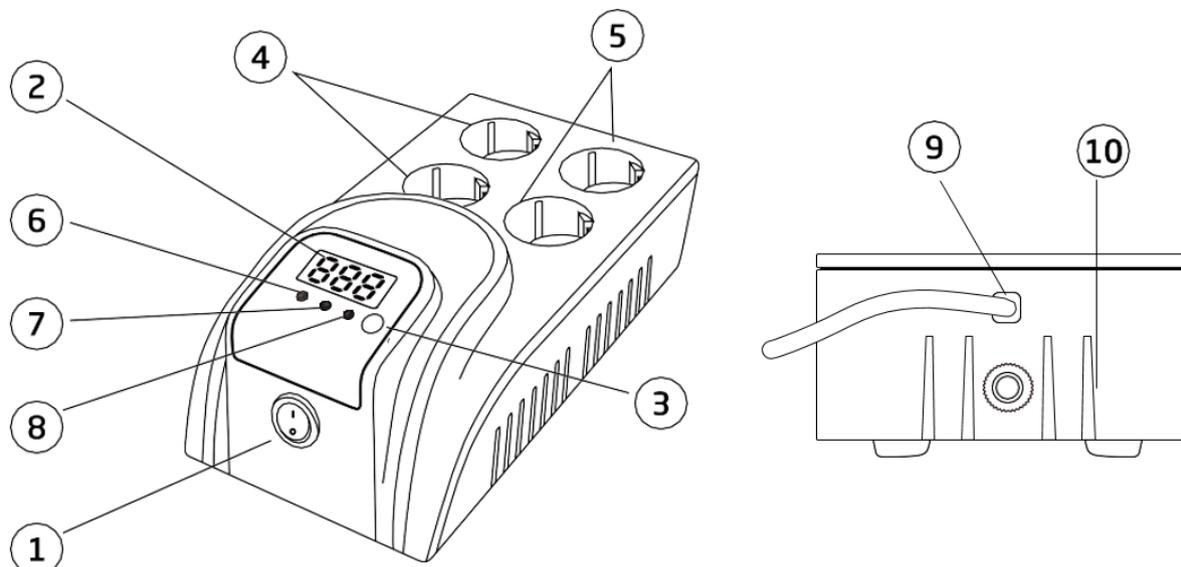

Рисунок 1. Внешний вид стабилизаторов напряжения SMARTWATT AVR HOME 500-1000VA .
2. Переверните выключатель питания (см. рисунок 1) на стабилизаторе в положение **OFF** (ВЫКЛ).